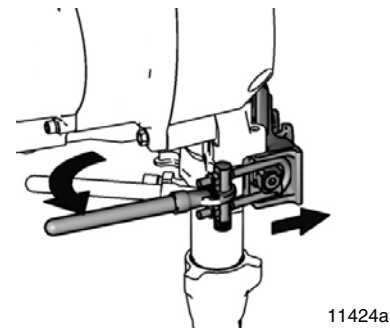

FIG. 14
7. FIG. 14. Manœuvrer le levier pour ouvrir la fermeture à genouillère.